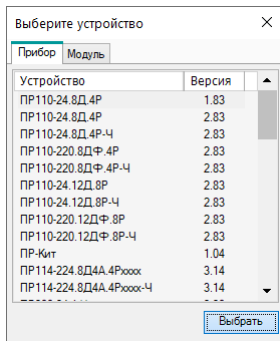

Рисунок 7.4 – Выбор модификации прибора для смены встроенного ПО
7. Запустить процесс смены встроенного нажатием кнопки **Выбрать** (см. *рисунок 7.4*).